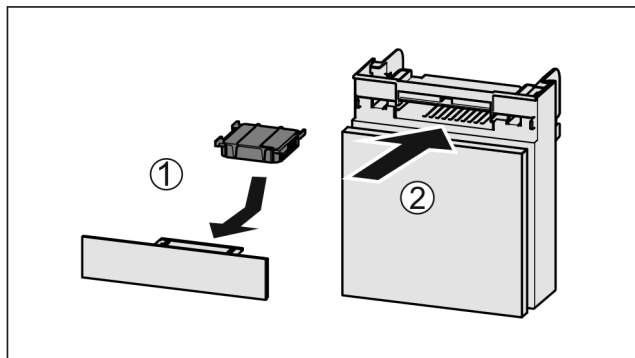

Fig. 143
- ▶ Aktivni ogljeni filter vstavite Fig. 143 (1) skladno s prikazom na sliki.
- ▶ Predal potisnite noter Fig. 143 (2).